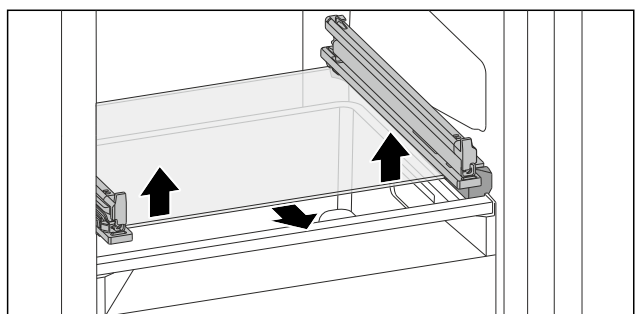

Fig. 139 Staklena ploča nagibne ladice
- ▶ Pritisnite staklenu ploču odozdo s obje strane prema gore. (pogledajte Fig. 139)